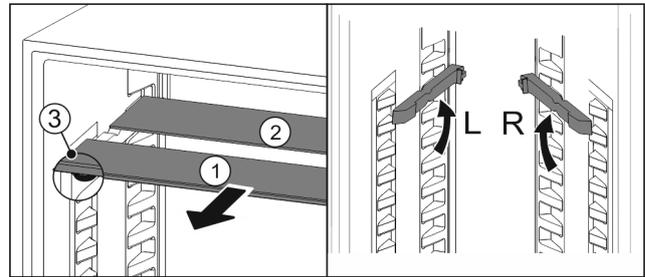

Fig. 127
- ▶ Sortir les tablettes par l'avant Fig. 127 (1).
- ▷ La tablette en verre Fig. 127 (1) avec bordure décorative est située à l'avant.
- ▷ Les butées Fig. 127 (3) sont orientées vers le bas.